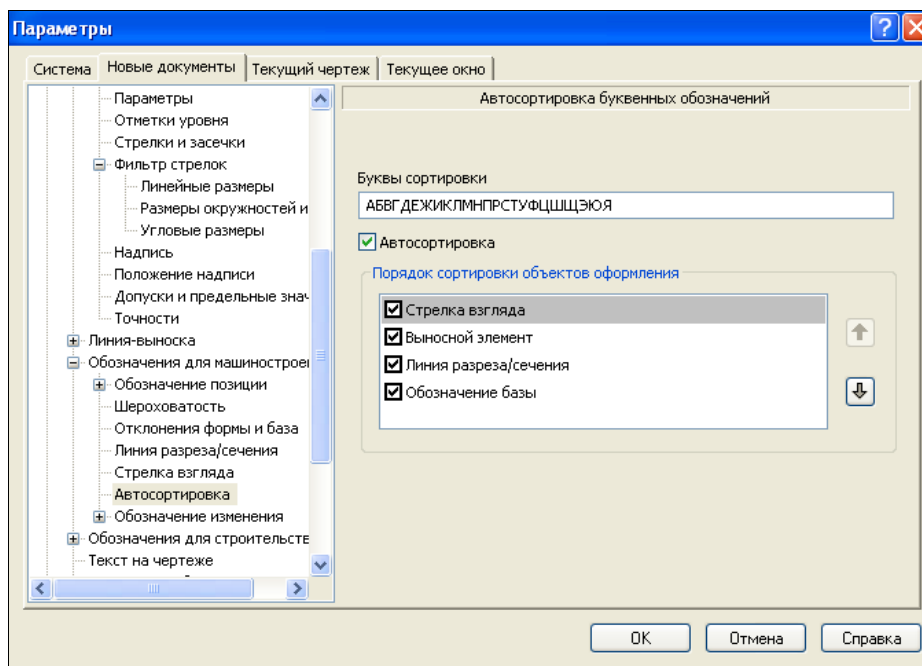

Рис. 15.29. Диалоговое окно **Параметры** с открытой панелью **Автосортировка буквенных обозначений**
- ◆ щелкните по пункту **Автосортировка** (рис. 15.29). В правой части откроется панель **Автосортировка буквенных обозначений**. В окне **Автосортировка**